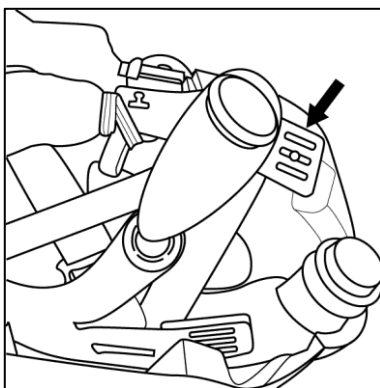

图: 11
- 从四个挂点上拉出高度调节槽，从而将头架从面罩中卸下。图11指向其中一个调节槽。此处有两个槽在后方，两个在前方。
- 安装新头架时，将四个高度调节槽分别卡入面罩壳的四个挂点上。**注意：**如何调整头架舒适度和适合度的信息请参考此使用说明书“佩戴和配合”章节（图11）。